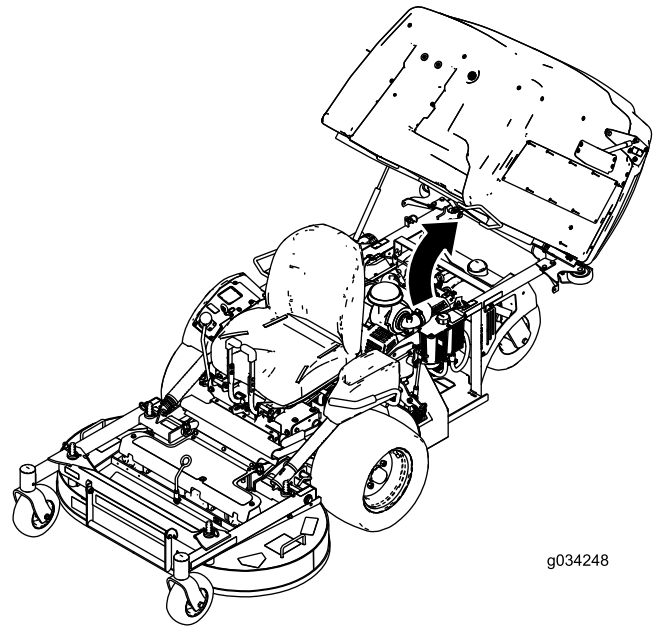

Figure 29
1. Relevez la trémie (Figure 29).